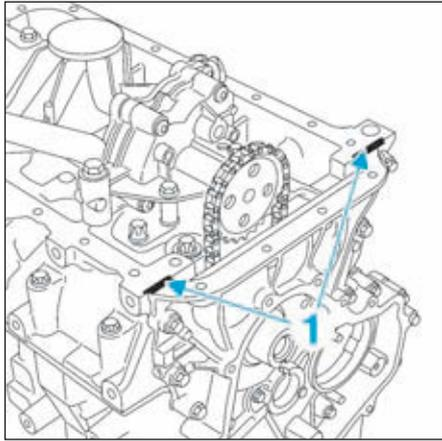

FIG.119
- Appliquer du joint silicone sur le carter d'huile en (1) (Fig.119).